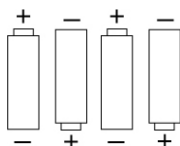

Рис. 37
- Для замены можно использовать только батареи типа и размера, указанные в этом руководстве. Батареи, обеспечивающие расчетный срок службы: - Energizer E91 - Соблюдайте правильную полярность при установке батарей на свое место (Рис. 37). Установка с обратной полярностью может повредить расходомер. - Не используйте совместно разные типы батарей или старые батареи с новыми. Всегда меняйте сразу 4 старые батареи на 4 новые.
3. Установите новые батареи. Ориентацию батарей см. на Рис. 37.